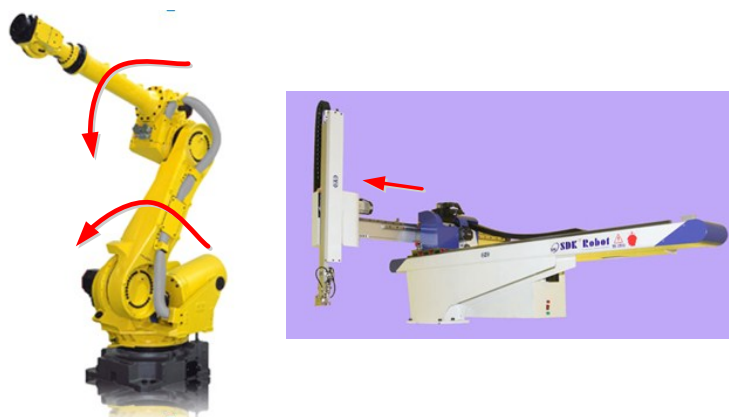

图 3-17 常见有源振动机构
(1) 判断系统是否属于有源振动。一般通过机构结构初步判断，如图 3-17，关节机器人第 2、3 轴，直角坐标机器人前进轴，都属于机构上的悬臂梁，运动过程中末端易振动。